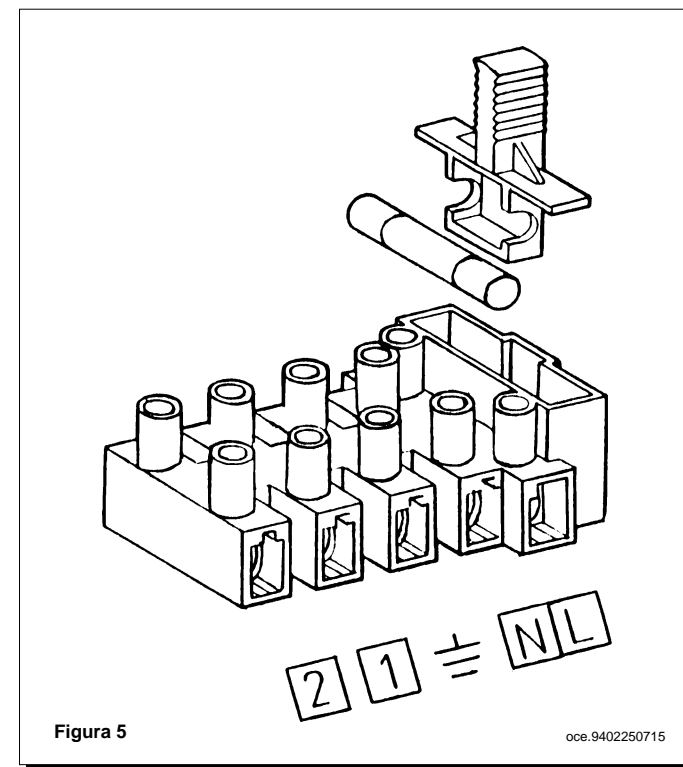

Figura 5
- accedere alla morsettiere di alimentazione (figura 5) come descritto al capitolo precedente;
- togliere il ponticello presente sui morsetti (1) e (2);
- acceder al tablero de bornes de alimentación (figura 5) como descrito en el capítulo precedente;
- remover el puente sobre los bornes (1) y (2);